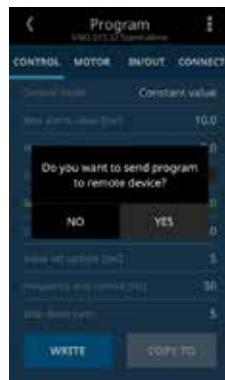

Figura 20 - Tela de Confirmação
11. Ao pressionar a tecla **WRITE**, aparecerá uma mensagem para confirmação. Clique em **YES** para prosseguir, conforme Figura 20.